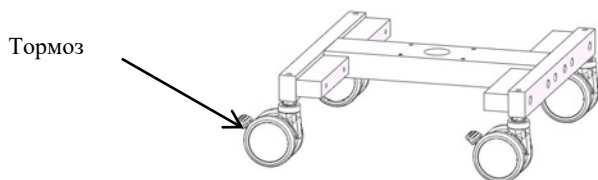

Рис. 11.1.1 Рама основания с колесами
- 1) Достаньте основание из коробки, расположите его на полу, как показано на рис. 11.1.1, зафиксируйте колеса тормозом.